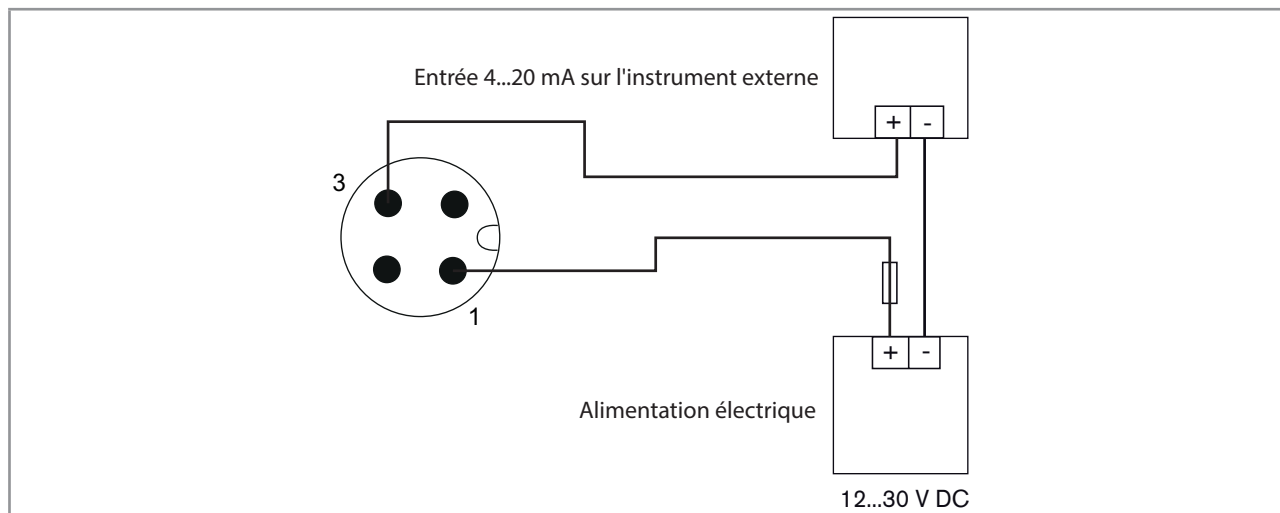

Fig. 7 : Appareil avec connecteur mâle M12 4 pôles – raccordement de la sortie courant
- Raccorder la sortie courant 4...20 mA. Se reporter à Fig. 7.